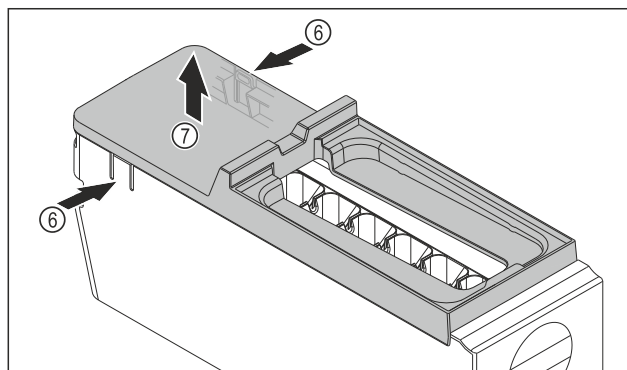

Fig. 88
- Retirer le couvercle du corps de l'EasyTwist-Ice : D'une main, pousser les languettes Fig. 88 (6) des deux côtés du corps de l'EasyTwist-Ice.
- De l'autre main, retirer le couvercle Fig. 88 (7) vers le haut.